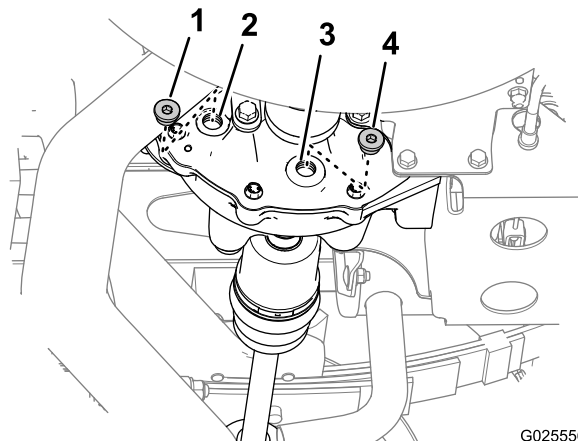

Figura 65
1. Allineate una bacinella di spurgo sotto il tappo di spurgo (Figura 65).
2. Rimuovete il tappo di riempimento e quello di spurgo dai relativi fori del differenziale (Figura 65).
4. Inserite il tappo di spurgo nel relativo foro (Figura 65) e serrate il tappo a 14 - 19 N·m.
5. Aggiungete 550 ml dell'olio specificato nel foro di riempimento del differenziale (Figura 65).
6. Inserite il tappo di riempimento nel relativo foro (Figura 65) e serrate il tappo a 14 - 19 N·m.